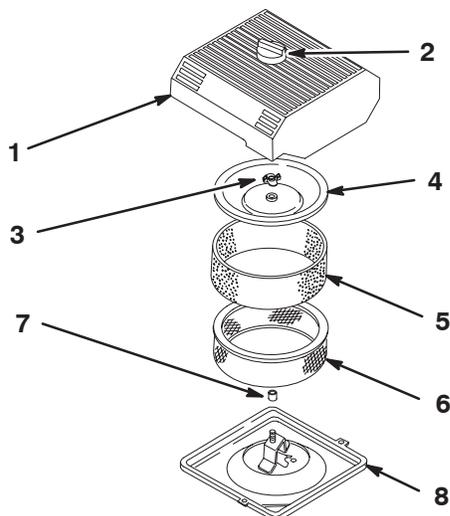

Figure 31
3. Nettoyez la surface autour du filtre à air pour éviter que des impuretés ne s'introduisent dans le moteur et l'endommagent (Fig. 31).
4. Desserrez le bouton sur le couvercle du filtre à air et déposez le couvercle (Fig. 31).
5. Glissez délicatement l'élément en mousse hors de l'élément en papier (Fig. 31).
6. Dévissez l'écrou du couvercle et déposez le couvercle et l'élément en papier (Fig. 31).
1. Glissez délicatement l'élément en mousse sur l'élément en papier (Fig. 31).
3. Vissez l'écrou à la main contre le couvercle (Fig. 31).